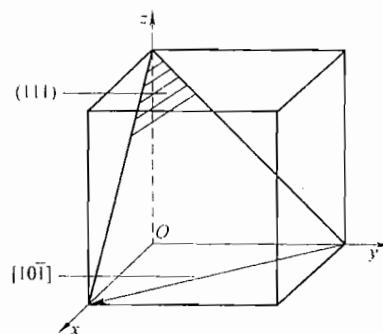

图 44-4 第一题第 2 小题解答图
(1) (111) [101]，如图 44-4 所示。
(2) 交滑移系: (111) [101];